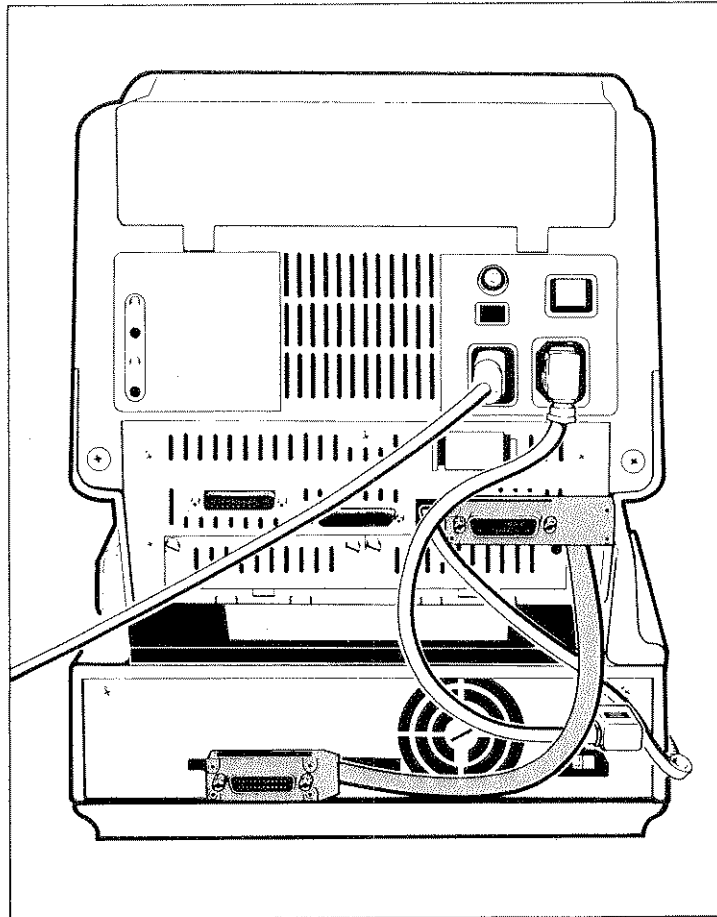

Figure 4 : Câble d'interface HP-IB entre l'ordinateur et l'unité de disques
- La figure 4 montre comment se place le câble HP-IB dans l'ordinateur HP 150. Si votre ordinateur est différent, la connexion HP-IB peut être différente.